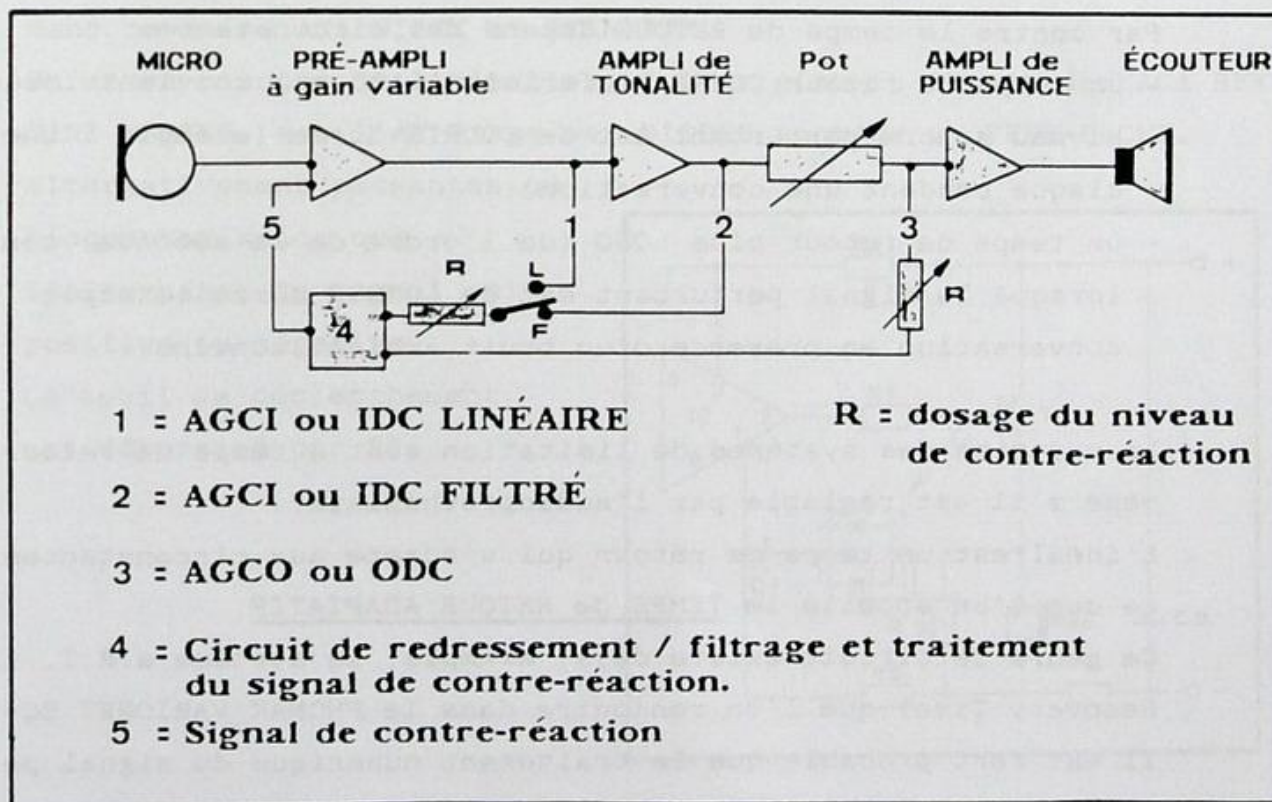

Fig. I.22. Boucles de contre-réaction.
- le contrôle automatique de gain où le signal de contre-réaction est prélevé AVANT le potentiomètre (points 1 et 2 de la Fig.I.22.) et généralement appelé AGCIn ou IDC (Input Depend Compression),
* Comment fonctionne un système A.G.C. ? (voir Fig. I.22.)
* Un dernier raffinement consiste à enclencher l'AGC à partir d'un signal filtré. Ce choix, à savoir l'AGC LINEAIRE ou l'AGC FILTRE se rencontre généralement au niveau de l'AGCI (IDC) ; voir Fig. I.22.